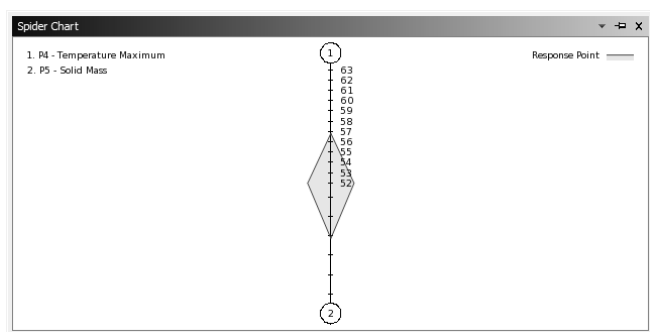

图 12-96 显示蜘蛛图
6) 选择【Outline of Schematic C3: Response Surface】窗口中 A20 栏中的【Spider】选项，此时显示蜘蛛图，如图 12-96 所示。